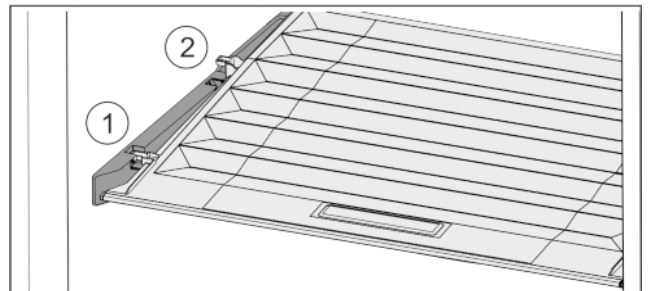

Fig. 33
- ▶ Deckel bis zur Öffnung in den Halteteilen nach vorne ziehen Fig. 33 (1).
- ▶ Hinten von unten anheben und nach oben wegnehmen Fig. 33 (2).